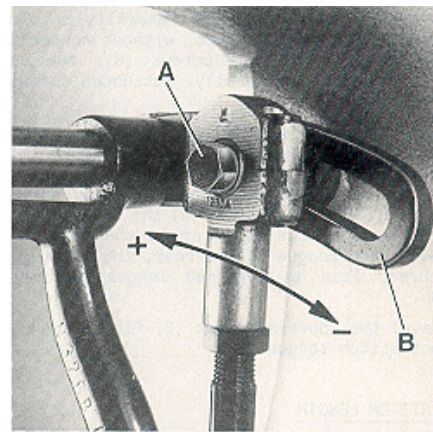

Fig. 23
For matching the upper feed dog travel with the lower feed dog travel loosen screw (A, Fig. 23). Moving the ball link in the slot of rocker lever (B) to the front decreases the upper feed dog travel, moving it to the rear increases the travel. Retighten screw (A).
Zum Angleichen des Obertransportwegs an den Weg des unteren Transporteurs lösen Sie die Schraube (A, Fig. 23). Verschieben des Kugelgelenks im Kulissenhebel (B) nach vorne verkleinert den Transportweg, Verschieben nach hinten vergrößert ihn. Ziehen Sie die Schraube (A) wieder an.